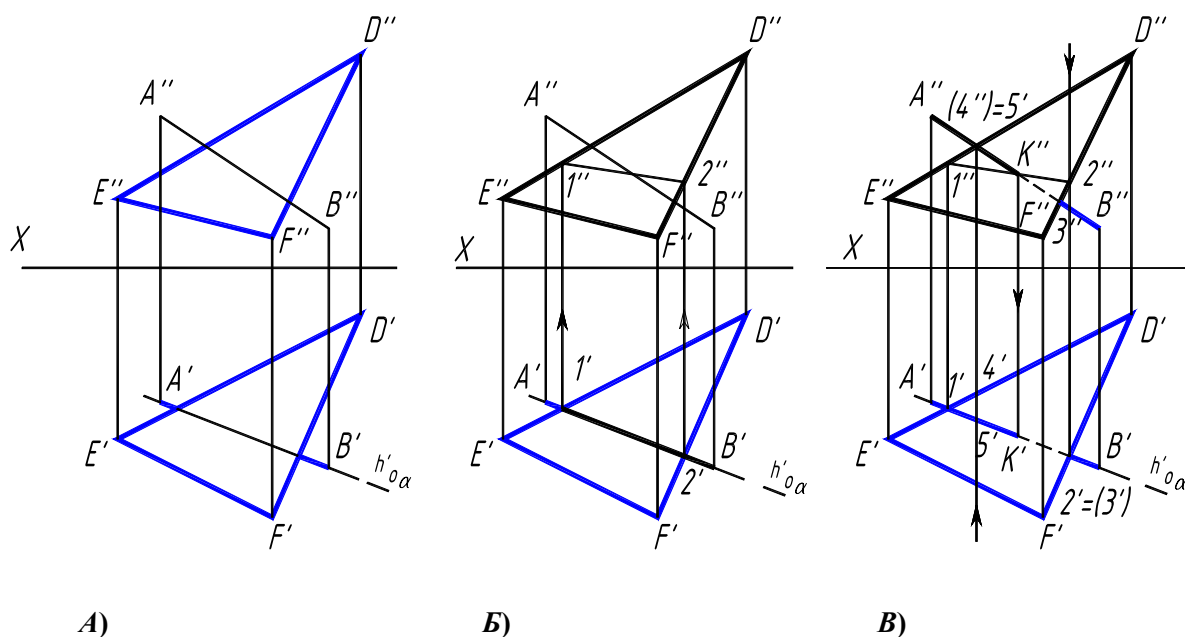

РИС. 2.2
– ПРОВЕСТИ ЧЕРЕЗ ПРЯМУЮ AB ПРОЕЦИРУЮЩУЮ ПЛОСКОСТЬ α (РИС. 2.2, А);
– ПОСТРОИТЬ ЛИНИЮ ПЕРЕСЕЧЕНИЯ 1–2 ВСПОМОГАТЕЛЬНОЙ ПЛОСКОСТИ α С ДАННОЙ ПЛОСКОСТЬЮ $\triangle DEF$ (РИС. 2.2, Б)
– ПОСТРОИТЬ ТОЧКУ K ПЕРЕСЕЧЕНИЯ ДАННОЙ ПРЯМОЙ AB С ПОСТРОЕННОЙ ЛИНИЕЙ 1–2 (РИС. 2.2, В)